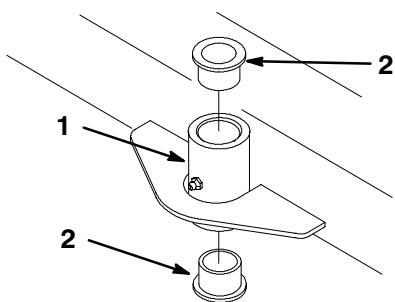

Figure 23
5. Dégager les coussinets hors du support à l'aide d'un chasse-goupille (Fig. 23).
8. Insérer les coussinets dans le support à l'aide d'un marteau et d'une cale martyre (Fig. 23).